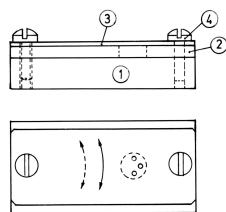
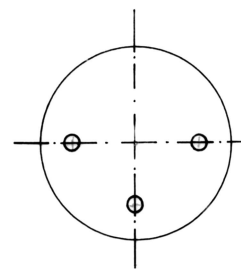

Abb. 7: Skizze für die Bohrvorrichtung
Abb. 8: Lage des Aufnahmepunktes
- Bohren mit Bohrvorrichtung Beim Einbringen der Bohrungen spielen so viele Zufälle mit, daß man sich auch hier zur Herstellung einer Vorrichtung entschließen sollte (Abbildung 7). Da die geringste Abweichung von der Symmetrie des Bohrbildes mit dem bloßen Auge sichtbar ist, unterliegt die Vorrichtung hohen Genauigkeitsanforderungen. Damit aber aus unserer Vorrichtung keine Lehrenbohrwerksarbeit wird, ist die Fertigung aufgegliedert in Herstellung des Bohrbildes all sich und in die Festlegung des Verhältnisses von Bohrbild zu Werkstück. Für den Fertigungsablauf heißt das: Alle Vorrichtungsteile werden komplett hergestellt und montiert. Nur die Werkstückaufnahme in Teil 2 wird noch nicht gebohrt. Diese Bohrung erfolgt ausgerichtet nach dem Bohrbild, das sich durch ein Anbohren der drei Juffernbohrungen durch die Schablone Teil 3 ergeben hat (Abbildung 8). Der Mittelpunkt der Aufnahmebohrung liegt genau im Schnittpunkt der Juffernbohrungen. Wenn man für die Aufnahmeplatte Plexiglas oder Hartstoff verwandt hat, ergibt sich die Lage durch Verwendung eines Holzbohrers. Eine letzte Korrekturmöglichkeit besteht darin, daß man mit einer etwas kleineren Aufnahmebohrung und einer kleineren Juffer eine Versuchsbohrung macht. Der gesamte Raum der Bohr- beziehungsweise Aufnahmeplatte kann für die verschiedensten Jufferngrößen genutzt werden. Der eigentliche Bohrvorgang kann manuell oder mechanisch erfolgen, wobei die Möglichkeit besteht, die drei Bohrungen zur Schonung der Bohrschablone nur anzubohren und auf die "Juffernklaue" gespannt fertig zu bohren. Zum Auf- und Abspannen sind Teil 2 und 3 schwenk- und mit Abstecker, Teil 4, fixierbar.